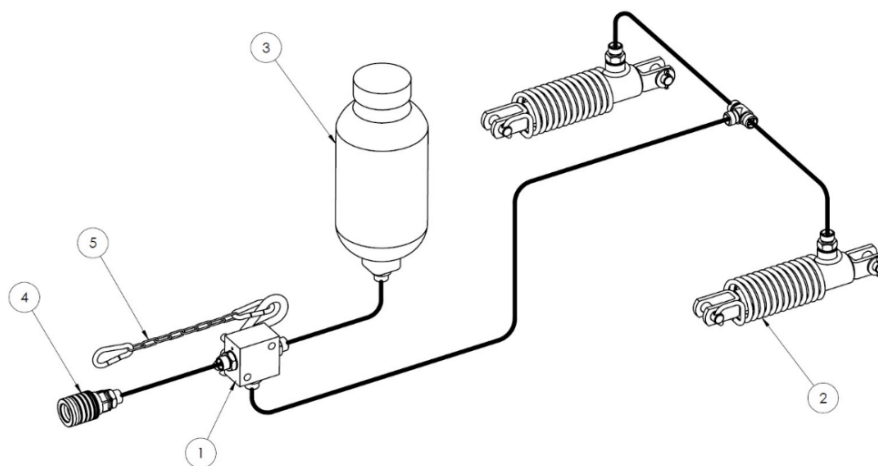

Рисунок 9. Двухпроводная пневматическая тормозная система
- гидравлическая однопроводная тормозная система (рисунок 9),